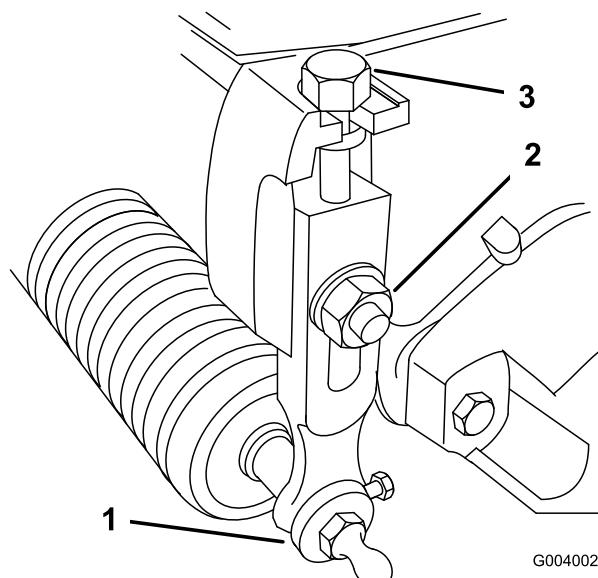

Figura 56
1. Afloje las contratuerca que fijan los brazos de altura de corte a las chapas laterales de la unidad de corte (Figura 56).